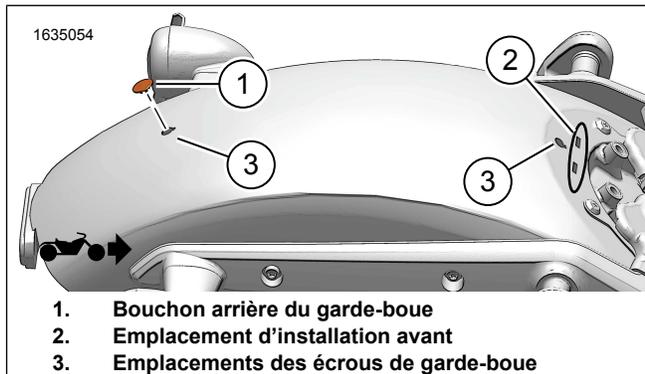

Figure 2. Retirer le bouchon arrière du garde-boue
2. **RH975** : Voir la Figure 2. Retirez le bouchon arrière du garde-boue (1).